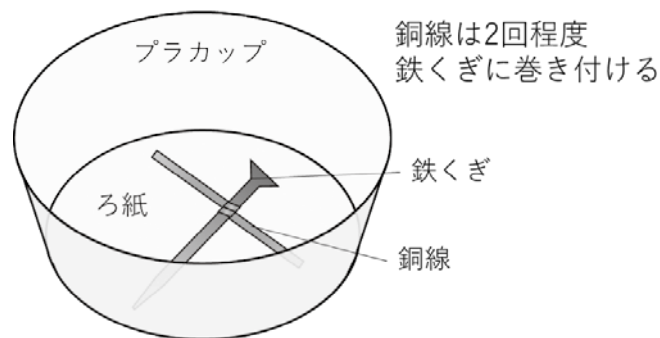

図6
- (ii) (i) の中に図6のように銅線を巻き付けた鉄くぎを入れる。このとき、銅線の両端がろ紙に触れているようにする。